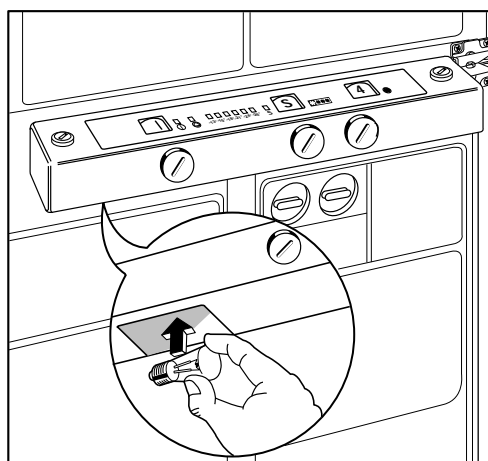

Abb. 31
**Gefrierabteil:** Die Glühbirnen befinden sich unter dem Bedienungspult (Abb. 31). Birnen mit max. 10 Watt verwenden.